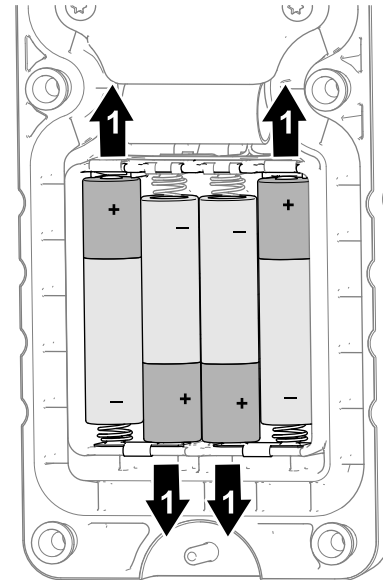

Figura 8
- Observando la polaridad de las pilas tal y como se muestra en la Figura 8, inserte las pilas nuevas en la cavidad del terminal.
Nota: Para evitar dañar la cavidad del terminal al instalar las pilas, observe las marcas de polaridad correctas (Figura 8) grabadas en el compartimento de las baterías. Si instala las pilas de forma incorrecta, no dañará la máquina, pero el control remoto manual no funcionará.